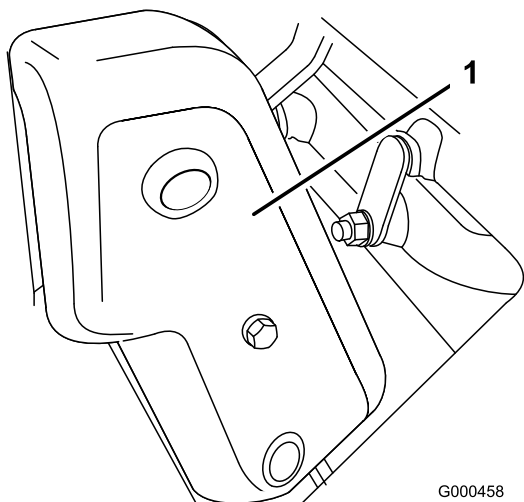

Figura 34
1. Retire las fijaciones de la cubierta de la correa y la cubierta para tener acceso a la correa (Figura 34).